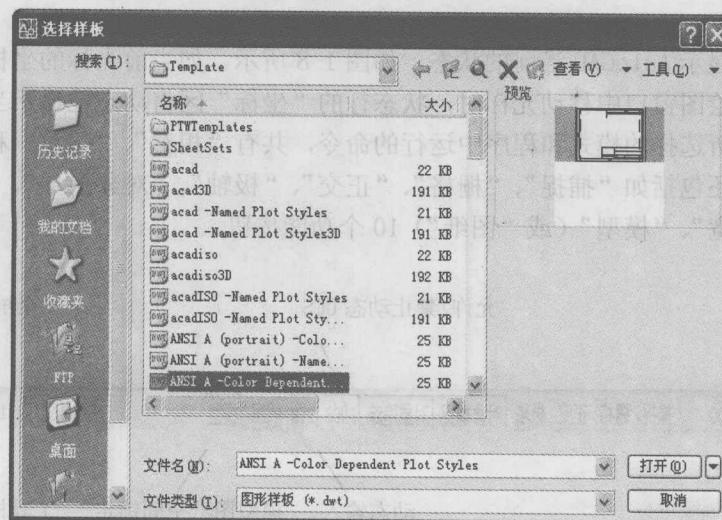

图 1-9
- (1) 启动 AutoCAD 2008。
- (2) 单击“选择样板”选项卡。
- (3) 单击  按钮，在打开的如图 1-9 所示“选择样板”对话框中选择相应图形文件，最后单击  按钮即可打开该文件。
通过以上任一方式，都将打开如图 1-9 所示的“选择样板”对话框。在该对话框内，可以直接输入文件名，打开已有文件，也可在列表框中双击所要打开的文件。该对话框图